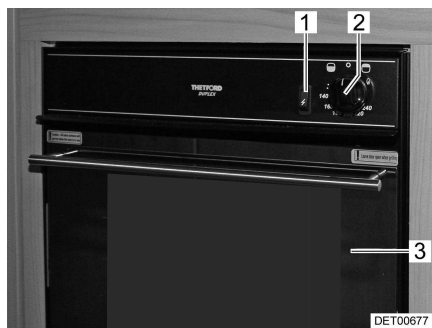
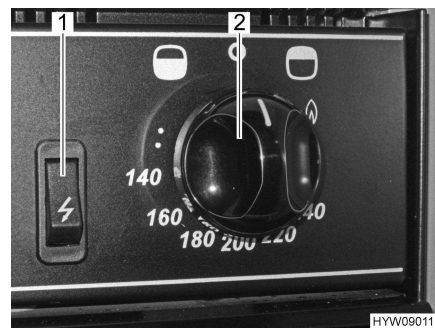

Fig. 88 Horno de gas con grill
Fig. 89 Elementos de mando (horno de gas con grill)
- Abrir la puerta del horno (Fig. 88,3) completamente.
- Pulsar y girar el regulador giratorio (Fig. 88,2 y Fig. 89,2) en sentido contrario a las agujas del reloj (en dirección del símbolo de horno "☼"), al ajuste máximo.
- Presionar el regulador giratorio (Fig. 88,2 y Fig. 89,2) y mantenerlo presionado por 5 a 10 segundos. El gas circula hacia el quemador.
- Presionar el interruptor de encendido (Fig. 88,1 y Fig. 89,1) tanto tiempo como sea necesario para que arda la llama.
- Pulsar y girar el regulador giratorio (Fig. 88,2 y Fig. 89,2) en sentido de las agujas del reloj (en dirección del símbolo de grill ""), al símbolo de llama.
- Girar el regulador giratorio (Fig. 88,2 y Fig. 89,2) a "O". La llama se apaga.